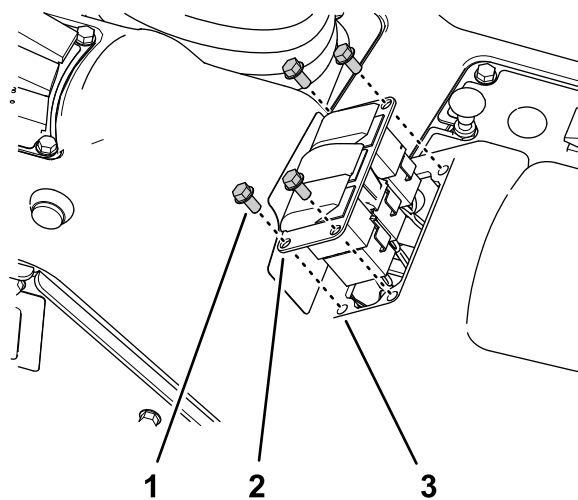

Bild 33
1. Entfernen Sie die vier Bundbolzen (1/4" x 1/2"), mit denen die 3-Schalterplatte an der Steuerkonsole befestigt ist (Bild 33).
3. Schließen Sie den 8-Buchsen-Stecker des Maschinenkabelbaums, der mit **Rate Switch** beschriftet ist, vom 8-Stift-Stecker des Schalters ab (Bild 33).
6. Fluchten Sie die Schalterblende mit der Öffnung in der 3-Schalterplatte aus, von der Sie den Dosierungsschalter entfernt haben (Bild 33).
7. Setzen Sie die Schalterblende in die 3-Schalterplatte ein, bis die Blende richtig in der Abdeckung einrastet (Bild 33).